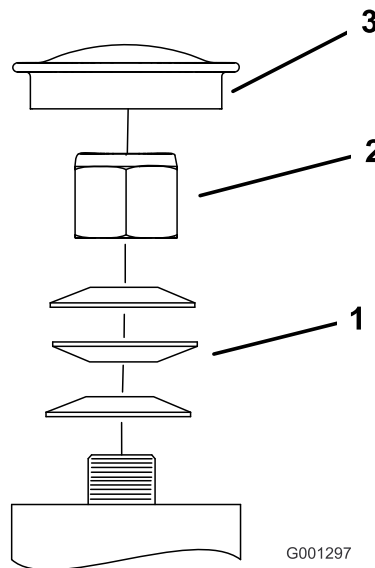

Figure 69
3. Retirez le capuchon antipoussière de la roue pivotante et serrez le contre-écrou (Figure 69).
4. Continuez de serrer le contre-écrou jusqu'à ce que les rondelles élastiques soient aplaties, puis desserrez-le de 1/4 de tour pour obtenir la précharge correcte des roulements (Figure 69).
Important: Veillez à placer les rondelles élastiques comme illustré à la Figure 69.
5. Remettez le capuchon antipoussière en place (Figure 69).